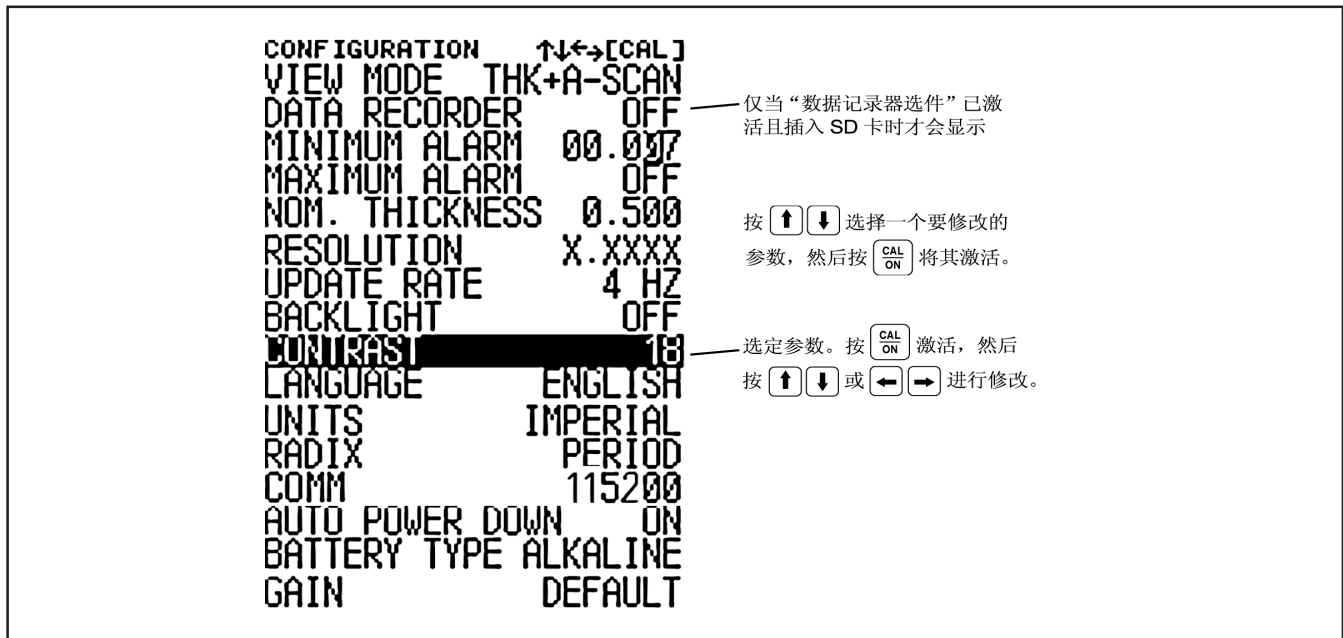

图 2-5 - 配置显示模式 - 取决于仪器已安装的选件配置，“配置”显示屏幕的内容会有所不同（如此图所示）。在第 2.3 节中介绍了“配置”显示屏幕上列出的全部设置。
- **配置显示模式** – 可通过菜单屏幕使用仪器控件。取决于已安装的选件，菜单显示屏幕上所列出的控件会有所不同。图 2-5 标识了在每一仪器配置（基本型号、A 扫描选件、“数据记录器”选件、“速度”选件）中所显示的显示屏幕菜单功能。